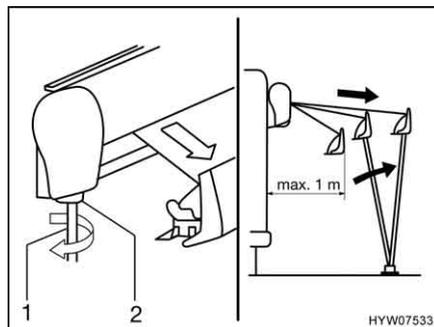

Bild 8 Markise ausfahren
- Die Kurbel (Bild 8,1) in die Bajonettfassung (Bild 8,2) der Markise stecken und entgegen dem Uhrzeigersinn drehen. Die Markise fährt nach ein paar Umdrehungen aus.